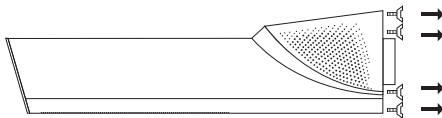

Рис. 4. Схема сборки прибора (1)
1. Необходимо снять 4 крепежных винта, открутить их от корпуса прибора, как это показано на рис. 4: